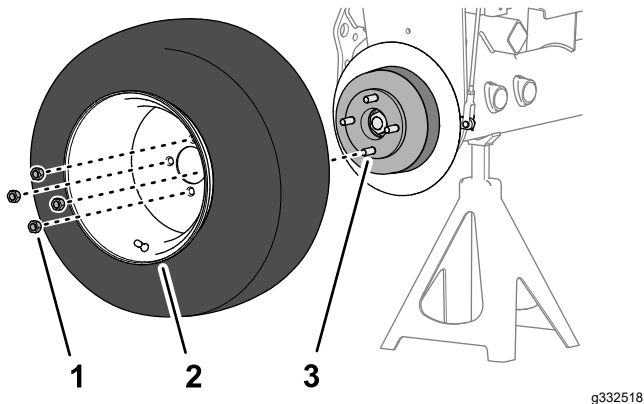

図 86
1. ラグナット4個でホイールをハブに取り付け 図 86、ラグナットを手締めする。